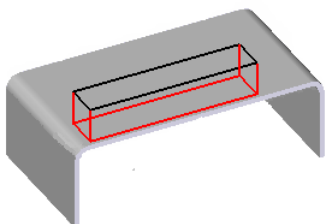

图 6.1.12 定义冲压方向
(3) 定义其冲压方向如图 6.1.12 所示, 单击鼠标左键, 此时“凹坑”命令条 (三) 如图 6.1.13 所示。